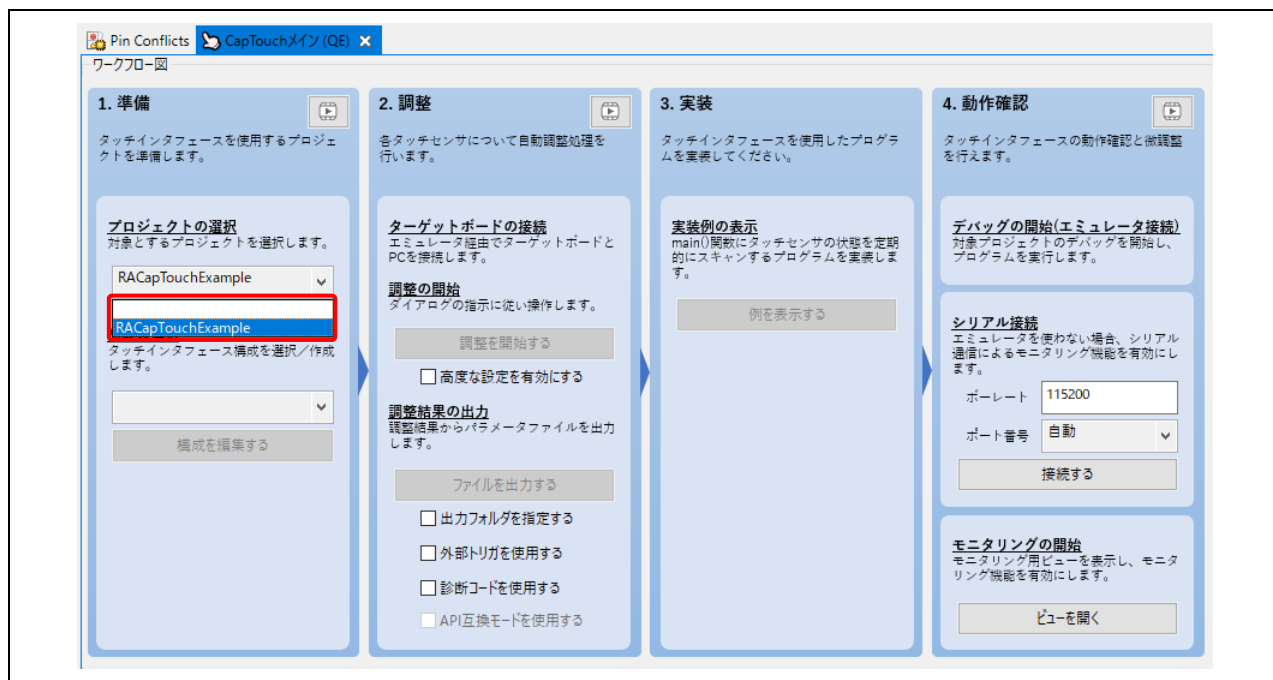

図 10 プロジェクトの選択
- (5) 図 10 に示すように、[CapTouch メイン(QE)] ビューで、タッチインタフェース構成を作成するプロジェクト (RACapTouchExample) をプルダウンリストから選択します。